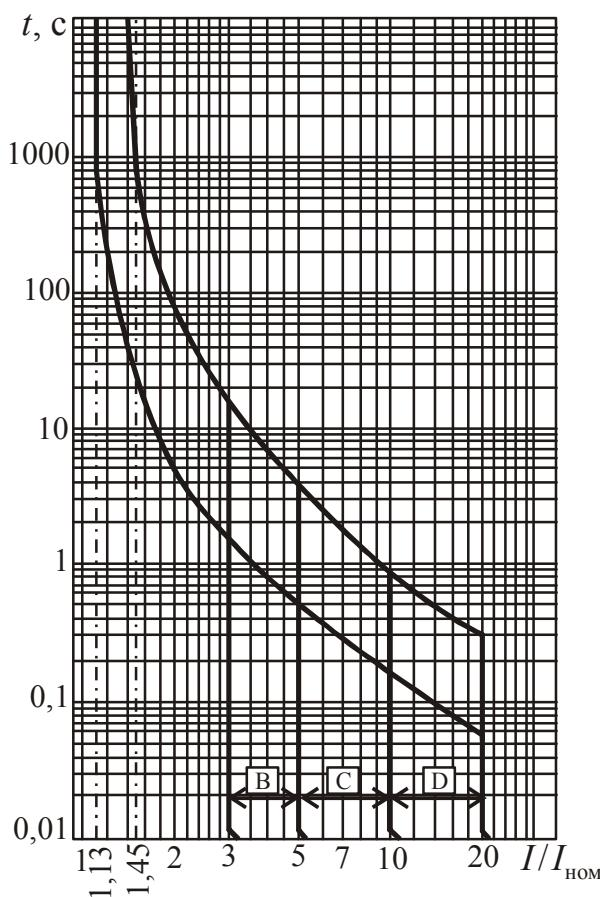

Рис. 6.5. Времятоковые характеристики автоматических выключателей ВМ63
*Автоматические выключатели ВМ63.* Их технические данные приведены в таблице 6.4, а защитные характеристики – на рис. 6.5. Диапазоны срабатывания электромагнитных расцепителей указаны на рис. 6.5. Термовые расцепители всех выключателей не срабатывают в течение часа при токе  $1,13 \cdot I_{\text{ном}}$  и срабатывают в течение часа при токе  $1,45 \cdot I_{\text{ном}}$ .